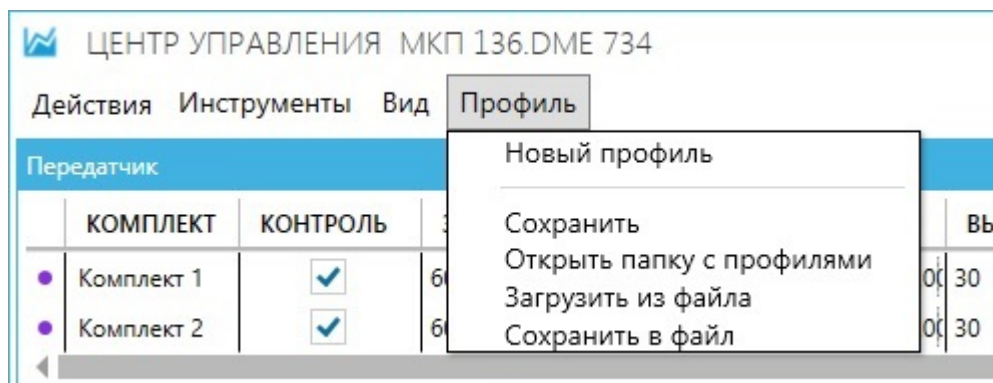

Рисунок 28 — Раздел «Профиль»
4.2.1.2.4 **Раздел «Профиль»** (см. рисунок 28) позволяет сохранять текущий внешний вид окна центра управления — профиль. Профиль включает в себя состав и расположение виджетов в окне центра управления, а также полностью отображаемой в виджетах информации.